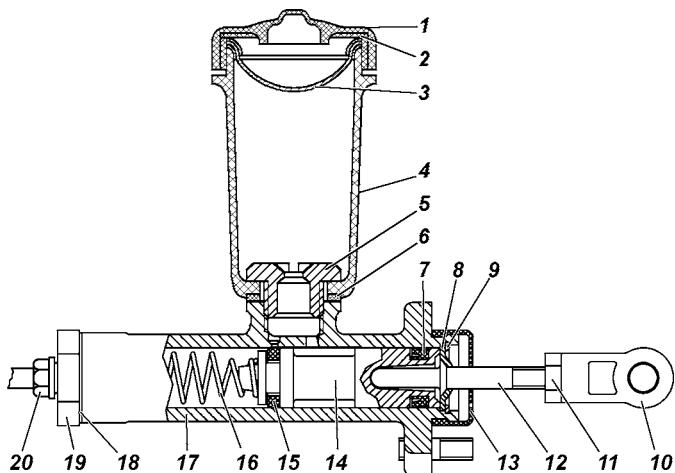

Рис. 5.4. Главный цилиндр выключения сцепления:
Положение педали выключения сцепления регулируется изменением длины толкателя 12 (рис. 5.4) главного цилиндра выключения сцепления. Полный ход педали сцепления должен быть  $130 \pm 20$  мм. Свободный ход (5-8 мм) обеспечивается конструкцией сцепления и не регулируется.
- снимите крышку 1 (см. рис. 5.4) и сетку 3 наполнительного бачка;